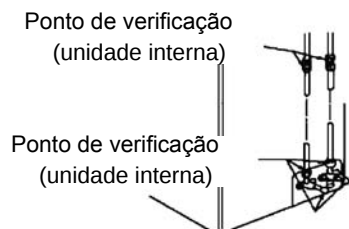

Figura 10
9. Realize testes de vazamento em todas as uniões da tubulação, tanto interna quanto externa, usando água com sabão ou um detector de vazamentos. Veja a **figura 10**.